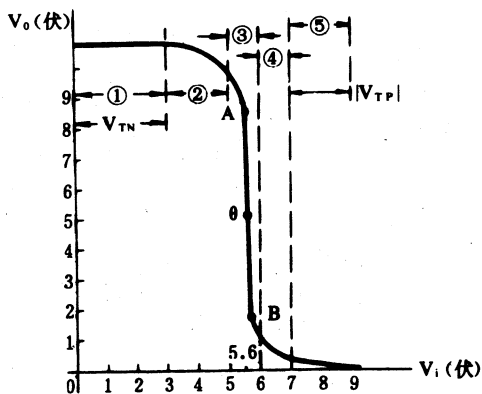

图 7 1 号反相器输出特性
其中一块测得的数据。由表 1 可见, 输入电压均大于 $\frac{1}{2}V_{DD}$ 后, 输出电压才为 $\frac{1}{2}V_{DD}$ 。因此我们用带电源的分压偏置法来实现使工作点 Q 在 A B 段中点。1 号反相器的特性曲线如图 7 所示, 由图可见, 在 $V_i = 5.5$ V 到 5.7 V 间, 对应输出是 8.4 V 到 2 V, 即 A 点对应 $V_o = 8.4$ V, B 点对应 $V_o = 2$ V。A B 间是一段直线, 中点 Q 对应输出反馈偏置为 5.2 V。输入 V_i 为 5.6 V。因此, 不失真动态范围为 ± 0.1 V。
4) 验证, 把上述值代入式 (3) 可得偏置电压 $V_{\lambda} = 5.4$ V, 由图 7, 中点 Q 的偏置电压为 5.2 V, 理论与实际比较接近。